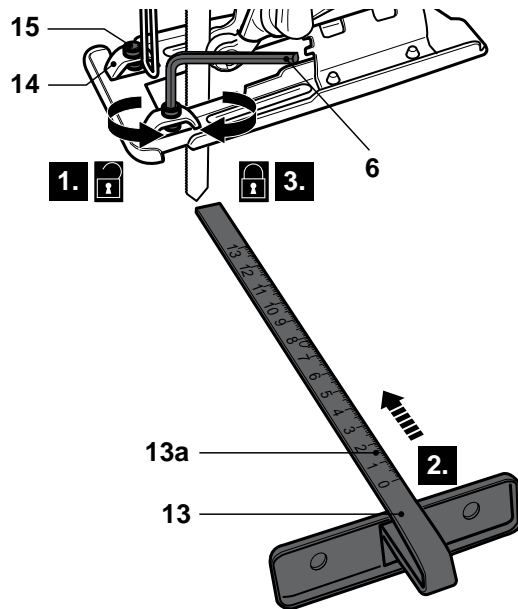

Fig. 2
- > Desserrer les 2 écrous hexagonaux [15] à l'aide de la clé hexagonale [6] (Fig. 2, étape 1).
- > Aligner le guide parallèle [13] avec les fixations [14] et l'insérer le guide parallèle [13] (Fig. 2, étape 2).
- > Resserer les écrous hexagonaux [15] pour fixer le guide parallèle [13] en position (Fig. 2, étape 3).